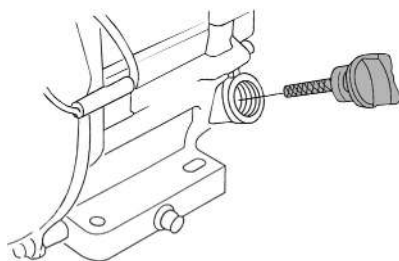

Рис. 4. Крышка-щуп маслозаливной горловины
2. Открутите крышку-щуп маслозаливной горловины и извлеките щуп (Рис. 4).
2. Выкрутите крышку-щуп маслосаливной горловины и извлеките щуп (Рис. 4).